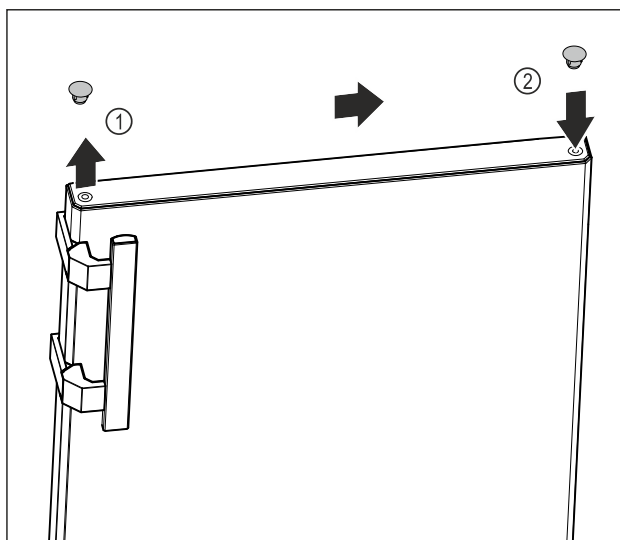

Fig. 13
- Tõstke ukse ülakülje kattekorgid Fig. 13 (1) ettevaatlikult lapikkruvikeerajaga üles.
- Pange kattekorgid vastasküljel sisse. Fig. 13 (2)